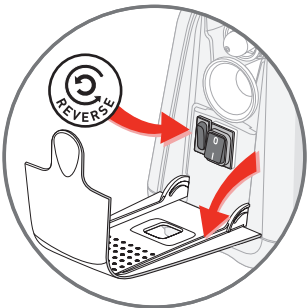

fig.5
- В течение нескольких секунд нажимайте на кнопку «reverse» для того, чтобы освободить частицы продуктов (рис. 5) ;